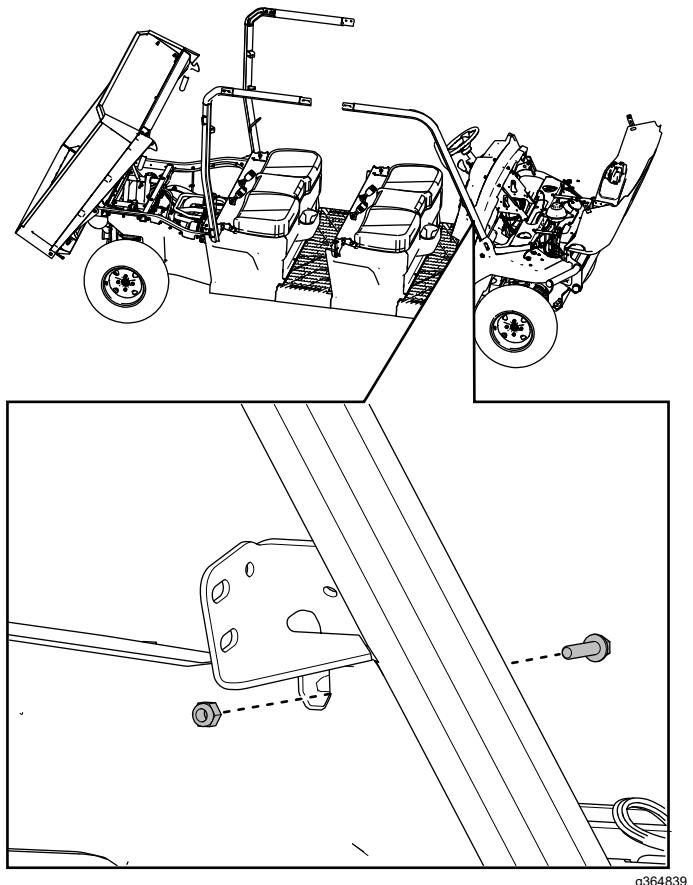

Figure 45
11. Fixez légèrement la barre avant droite de l'arceau de sécurité sur la planche de bord à l'aide de 1 boulon à tête hexagonale à embase ($\frac{1}{4} \times 1$ po) et de 1 contre-écrou ($\frac{1}{4}$ po), comme montré à la Figure 45.